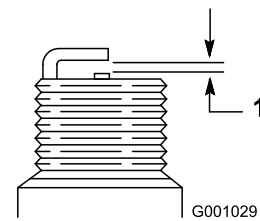

Figura 53
4. Impostate la distanza tra gli elettrodi su una nuova candela a 0,76 mm, come illustrato nella Figura 53.